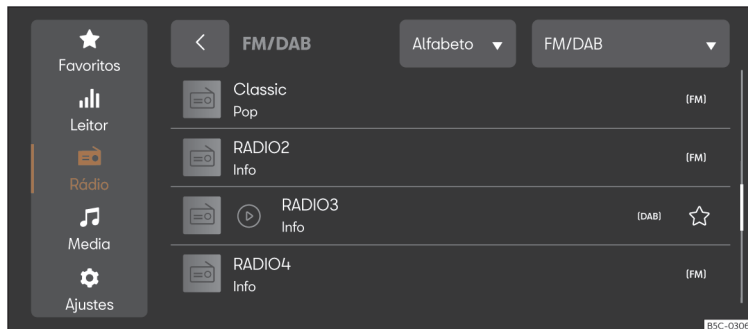

Fig. 176 Representação esquemática: Vista Rádio.
- Pressione **MENU** > > >>> **Fig. 176**.